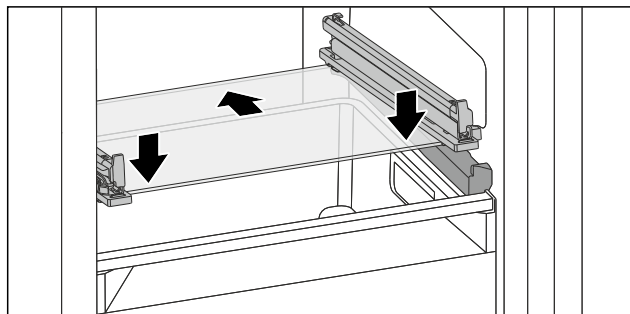

Fig. 203 Tablette en verre du tiroir basculable
- ▶ Placer la tablette en verre, en l'inclinant, derrière les butées. (voir Fig. 203)